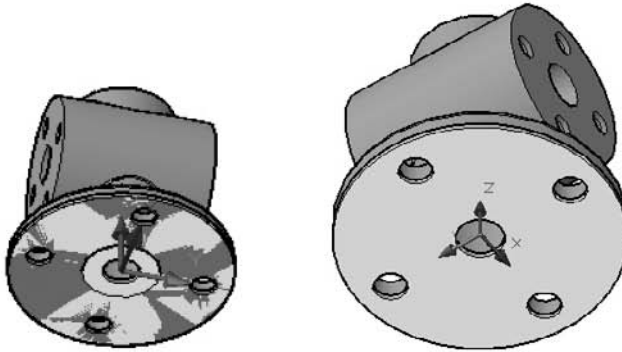

Рис. 12.5. Исправление положения прокладки
10. Если прокладка по каким-либо причинам оказалась в теле корпуса, а не снаружи, зеркально отразите ее, для чего выберите команду **3D Зеркало** , выделите прокладку, укажите плоскость XY, проходящую через точку с координатами **0,0,0**, и подтвердите удаление отображаемого объекта (рис. 12.5).